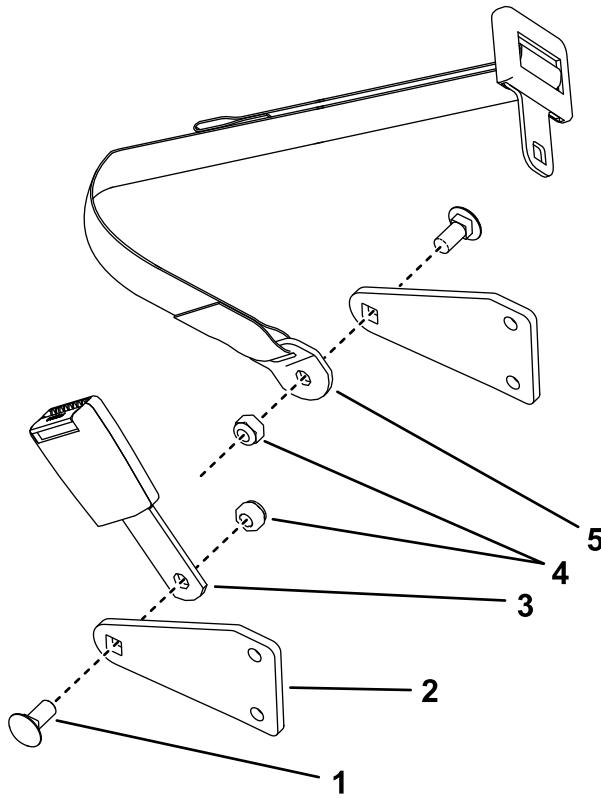

Figure 12
- Fixez la boucle et la languette de la ceinture de sécurité à l'intérieur des supports à l'aide de 2 boulons de carrosserie (7/16" x 1") et 2 contre-écrous (7/16"), comme montré à la Figure 12.